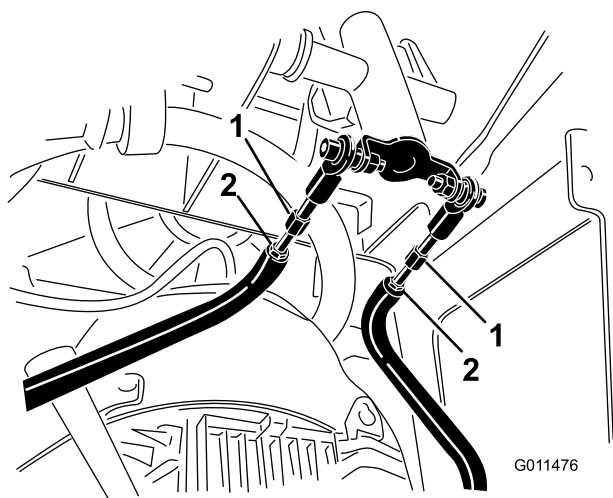

Figura 57
- D. Afloje las contratuercas de las varillas de tracción, debajo del panel de control (Figura 57).